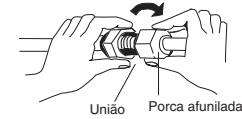

Fig. 5-5
- (3) Para uma ligação apropriada, alinhe o tubo de união e o tubo afunilado em linha recta entre si e, em seguida, aparafuse a porca afunilada ligeiramente para obter um contacto de união suave. (Fig. 5-5)